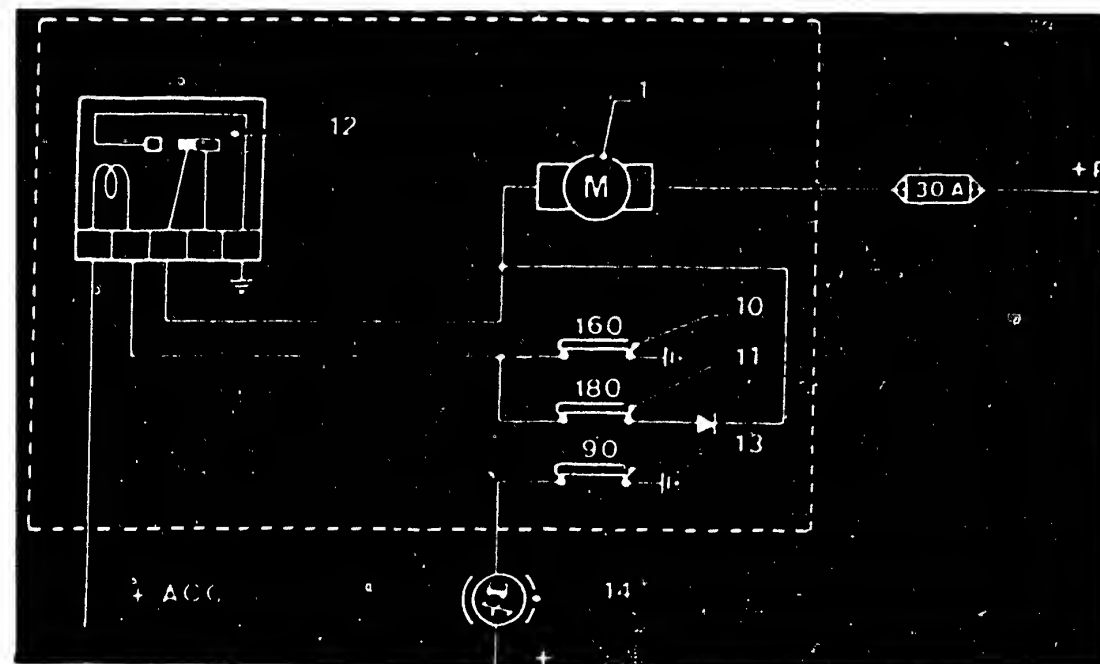

Bild 4 Hydraulikpumpenrelais und Schalter.
Seitlich am Druckspeichergehäuse sind drei Druckschalter angeordnet, die dazu dienen, den Hydraulikdruck zwischen 160 und 180 bar zu regeln und einen allfälligen übermässigen Druckabfall durch Einschalten der ABS-Warn-Leuchte (14 in Bild 4) zu melden.
Bei einem Druck unter 160 bar sind die Druckschalter (10 und 11 in Bild 4) geschlossen, und der Pumpenmotor (1) erhält über das Relais (12) Strom. Die Hydraulikpumpe ist in Aktion. Übersteigt der Druck 160 bar, öffnet sich der Druckschalter (10), während der 180-bar-Schalter (11) noch geschlossen bleibt und den Pum-